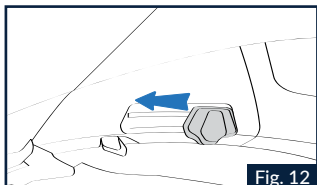

Fig. 12
1.1 Per attivare il VPS, azionare il cursore come in Fig.12 fino a sentire lo scatto che conferma il desiderato posizionamento del VPS. Il VPS è regolabile in una serie di posizioni intermedie al fine di garantire il miglior comfort per l'utilizzatore in relazione alle condizioni di utilizzo.
3.1. Aprire la mentoniera del casco e abbassare completamente il VPS (vedi istruzioni precedenti). (Fig.12).
(vedi istruzioni precedenti) (Fig.12).